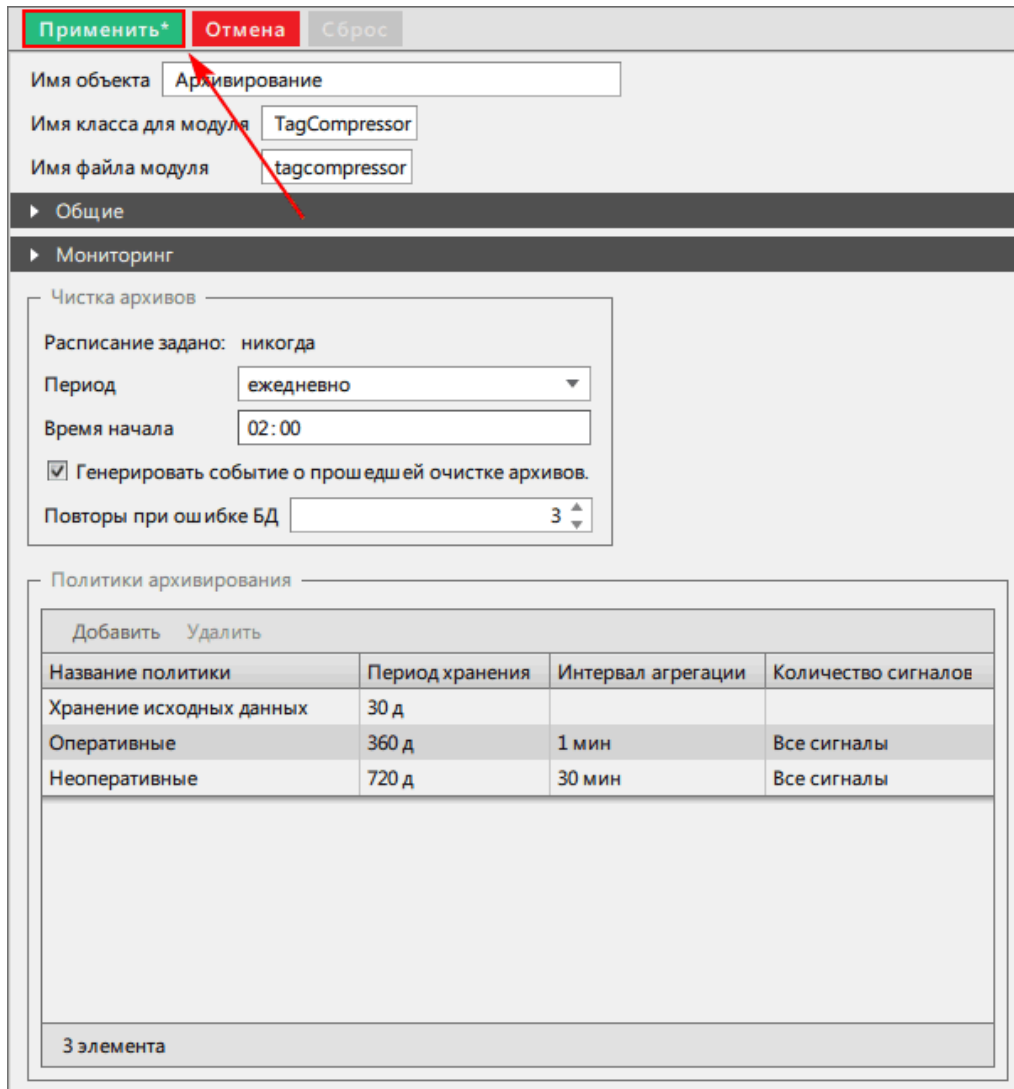

Рисунок 285 - Сохранение изменений
3. Нажмите **Применить** (Рисунок 285).